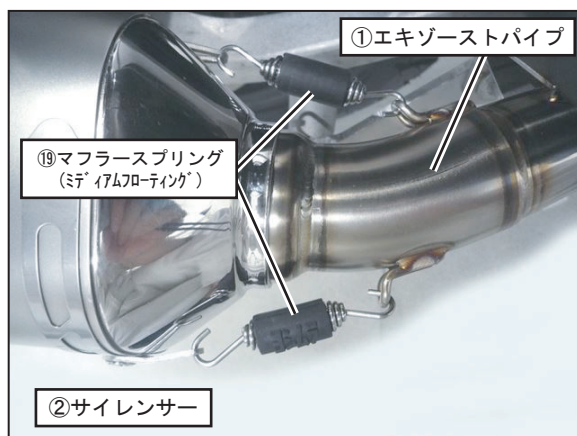

FIG. 14
10. ①エキゾーストパイプに②サイレンサーを取り付け、⑲マフラスプリング（ミディアムフローティング）をスプリング取付工具を使用して取り付けて下さい。(FIG. 14 参照)